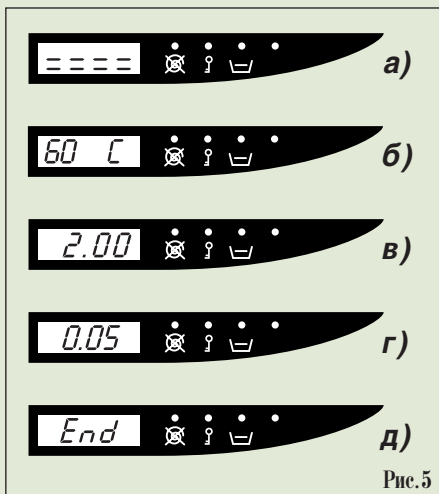

Рис. 5
1. Нажимают кнопку включения/выключения А. Начальная индикация на дисплее (рис. 5, а) указывает значение жесткости воды (см. ниже).
6. Нажимают кнопку С: стирка начинается через 30 с. При этом на дисплее высвечивается установленная температура стирки (рис. 5, б). Установка, выбранная рукояткой В, используется стиральной машиной только после нажатия кнопки С. Во время работы машины рукоятка В может самостоятельно поворачиваться, что не влияет на процесс стирки.
7. На дисплее (рис. 5, в) появляется предполагаемая продолжительность стирки, определенная машиной из расчета оптимальных режимов стирки и полоскания, а также экономного использования электроэнергии и воды.
8. По окончании стирки на дисплее машины (рис. 5, г) появляется значение «005» (индикация конца цикла). Необходимо подождать не менее 5 мин для автоматической разблокировки замка дверцы. Контрольная лампа блокировки замка F гаснет, а на дисплее появляется индикация «End» (рис. 5, д). Не следует пытаться открыть дверцу в этот промежуток времени, чтобы не повредить механизм блокировки. Машину выключают, нажав кнопку А.
- нажимают кнопку С и держат ее нажатой 2–3 с, пока на дисплее не появится индикация жесткости воды (рис. 5, а);